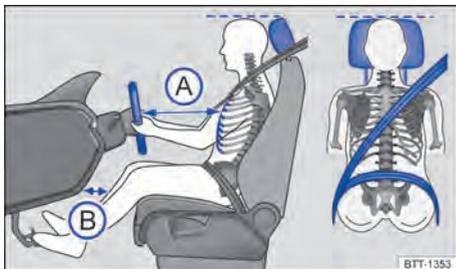

Fig. 19 Distância correta do condutor em relação ao volante, posição correta do cadarço do cinto de segurança e ajuste correto do apoio para cabeça.
- Ajustar o banco de modo que a distância entre o volante e o tórax tenha no mínimo 25 cm → Fig. 19 (A) e que o condutor possa segurar o volante pela borda externa com as duas mãos e os braços levemente flexionados.
- Ajustar o banco do condutor na direção longitudinal de modo que os pedais possam ser acionados com as pernas ligeiramente arqueadas e a distância para o painel de instrumentos na área do joelho seja de, no mínimo, 10 cm → Fig. 19 (B).
- Ajustar o apoio para cabeça de modo que a sua borda superior se encontre preferencialmente na mesma linha da parte superior da cabeça → Fig. 19 – porém não abaixo da altura dos olhos. Posicionar a parte posterior da cabeça o mais perto possível do apoio para cabeça.